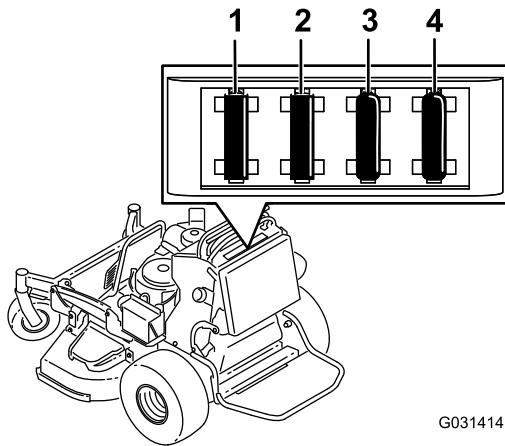

Bild 57
4. Ziehen Sie die Sicherung heraus und setzen Sie sie wieder ein (Bild 57).